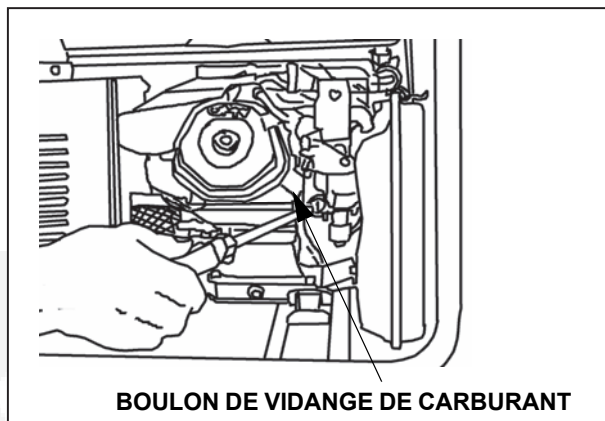

FIGURE 8. VIDANGE DU CARBURATEUR
2. Fermer le robinet de carburant et vidanger la cuve du carburateur. Voir Figure 8.